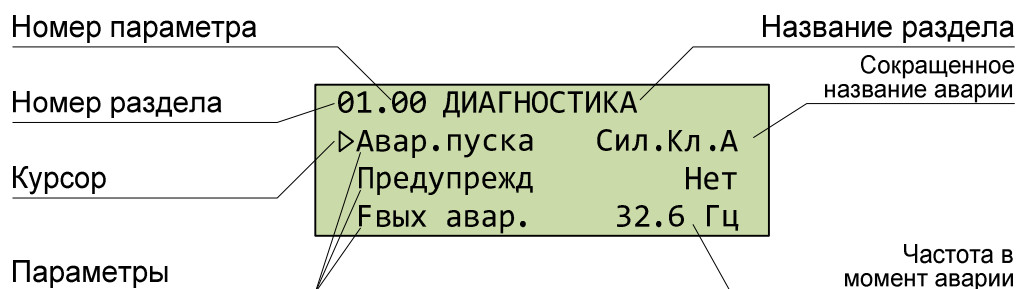

Рисунок 3 – ЖКИ в режиме «Меню»
- «Меню» - содержит группы параметров, необходимые для настройки и диагностики (Рисунок 3);